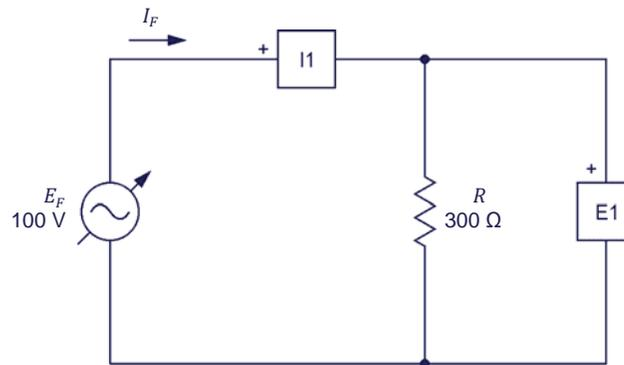

Figura 1-8. Circuito ca con un resistor.
6. Monte el circuito mostrado en la figura 1-8. Observe el símbolo utilizado en este circuito para indicar la fuente variable de tensión ca. Para obtener el valor de la resistencia mostrada en el resistor de la figura 1-8, haga el ajuste necesario en la **Carga resistiva**.